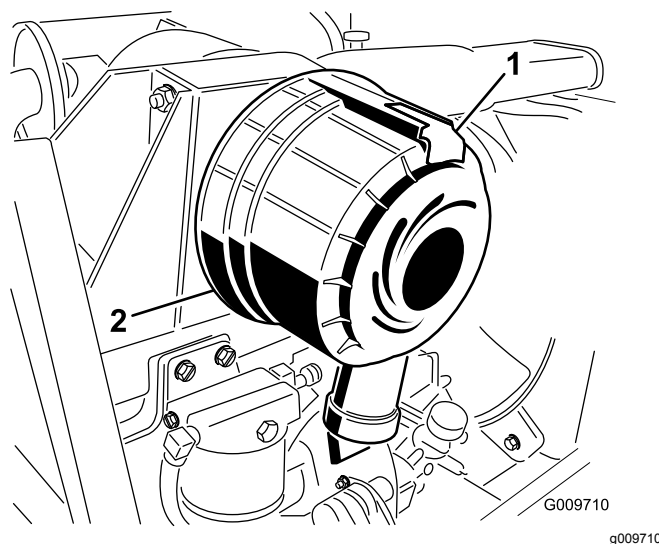

Figura 33
1. Puxe o trinco para fora e rode a cobertura do filtro de ar no sentido contrário ao dos ponteiros do relógio (Figura 33).